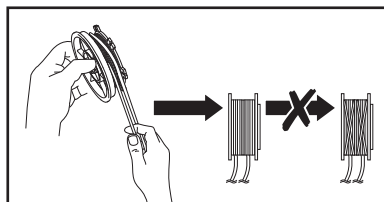

Fig. 30
6. Rulează strâns toate firele de tăiere în jurul bobinei (16c) în direcția săgeților de pe aceasta (Fig. 30).